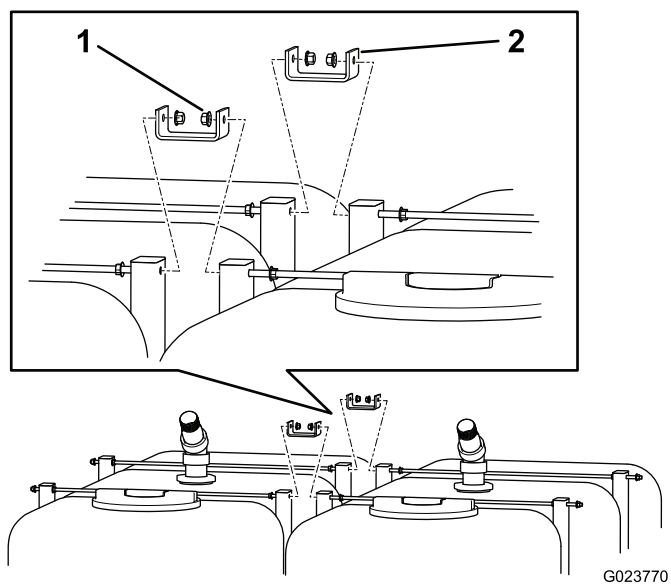

Рисунок 6
- Совместите отверстия под болты в верхних кронштейнах с отверстиями под болты в вертикальных опорах (Рисунок 6) и задвиньте штыри внутрь сквозь отверстия под болты.